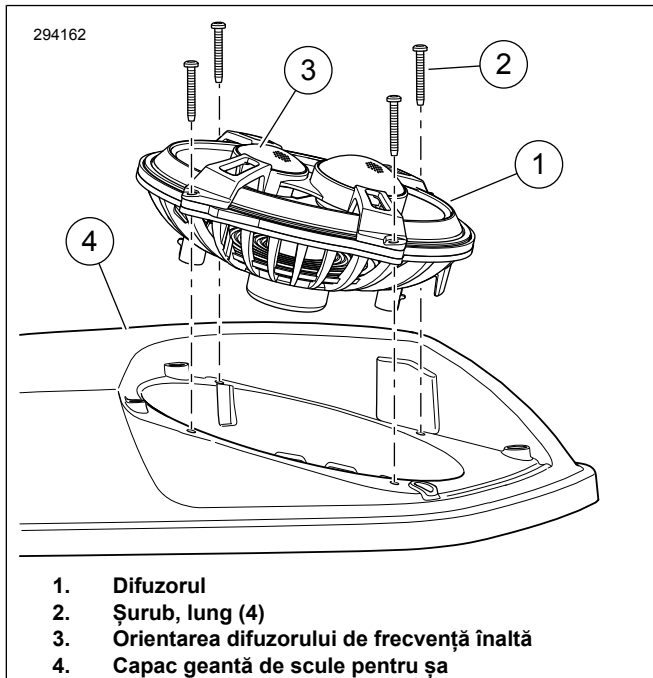

Figura 1. Orientarea difuzorului
2. Consultați Figura 1. Poziționați difuzorul de frecvență înaltă mai mic (3) spre partea din spate a trusei de scule pentru șa conform ilustrației.
3. Fixați difuzorul (1) cu patru șuruburi lungi (2). Strângeți șuruburile alternativ. Strângeți.